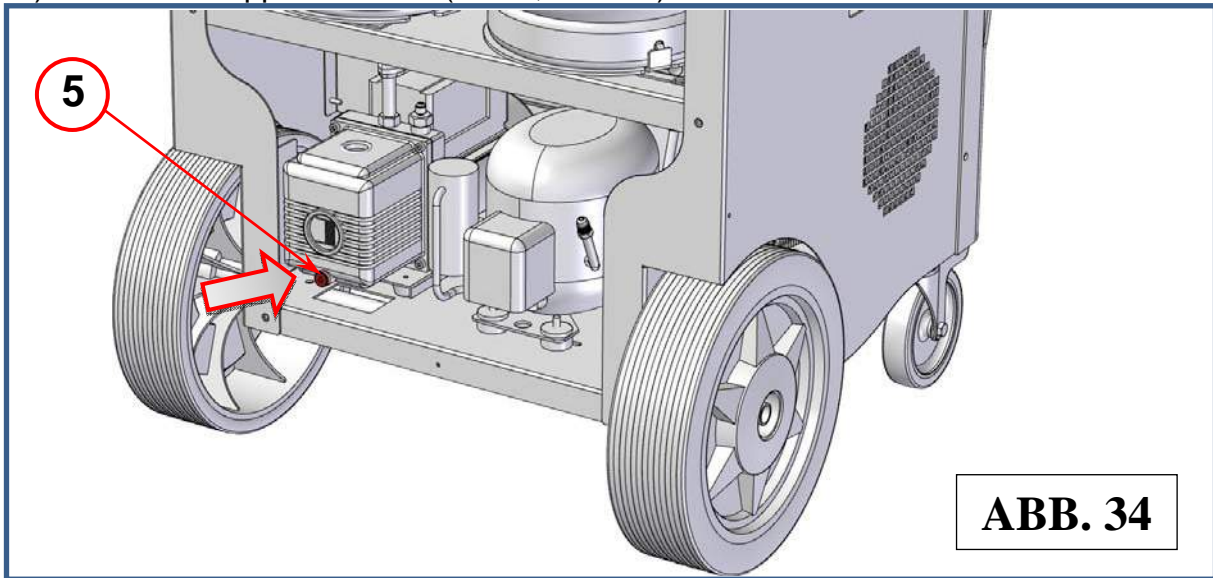

ABB. 34
7) Die Ablasskappe schließen (Ref. 5, Abb. 34).